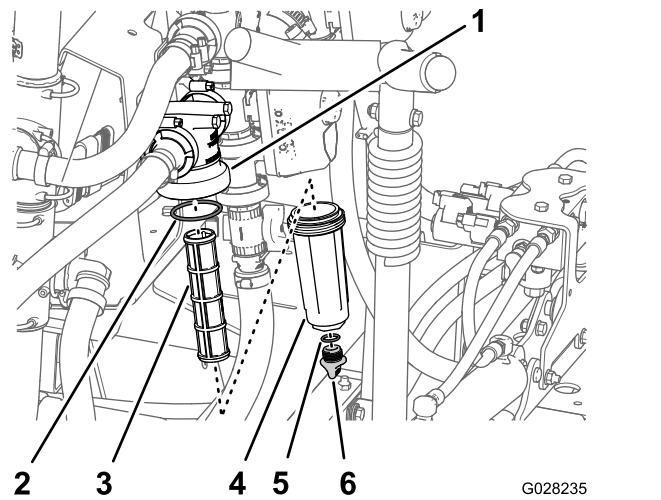

Figura 53
2. Coloque un recipiente de drenaje debajo del filtro de presión (Figura 53).
3. Gire el tapón de vaciado en sentido antihorario y retírelo de la cubeta del filtro de presión (Figura 53).
4. Gire la cubeta en sentido antihorario y retire la cabeza del filtro (Figura 53).
5. Retire el elemento del filtro de presión (Figura 53).
7. Inspeccione la junta del tapón de vaciado (situada dentro de la cubeta) y la junta de la cubeta (situada dentro de la cabeza del filtro) en busca de daños o desgaste (Figura 53).
8. Instale el elemento del filtro de presión en la cabeza del filtro (Figura 53).
9. Instale la cubeta en la cabeza del filtro y apriétela a mano (Figura 53).
10. Coloque el tapón de vaciado en el acoplamiento inferior de la cubeta, y apriete el tapón a mano (Figura 53).